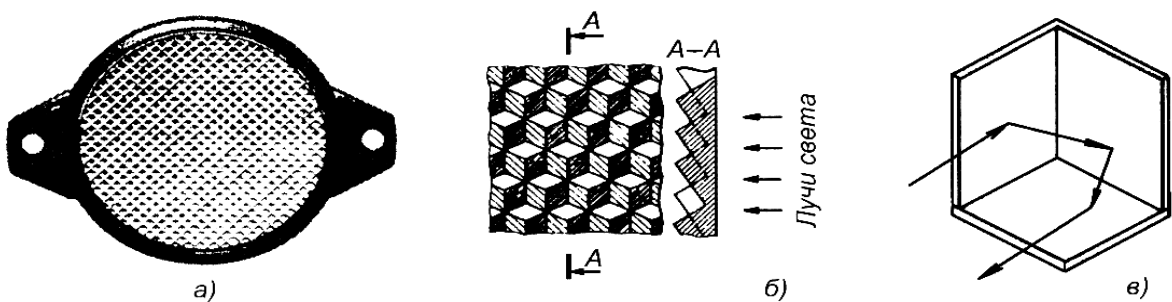

Рисунок 5.12 – Световозвращатель (а), его оптический элемент (б) и механизм отражения световых лучей (в)
12. Опишите назначение, устройство, а также принцип светораспределения и перечислите основные требования, предъявляемые к световозвращателям (рисунок 5.12).